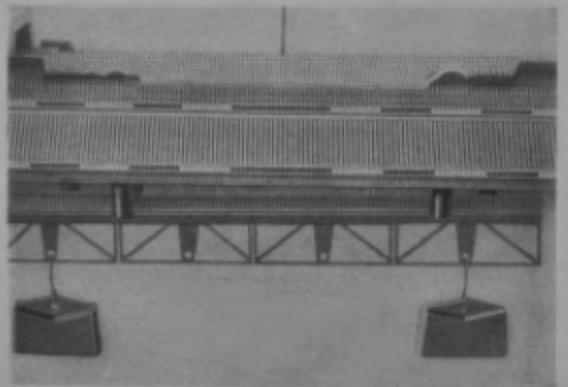

Рис. 34
На стороне каретки, рядом с вязанным полотном, выводят предусмотренное количество игл в заправочное положение. Рабочую нить кладут свободно через иглы. С изычковой иглой дежиера (33) захватывают краевую петлю и аналогично «набору петель для ровного вправо вязания» провязывают из расположенной на иглах петельный столбик, в который включаются иглы. Последнюю петлю нацепляют на последнюю иглу в заправочном положении. Затем к созданному столбику подвешивают краевые грузики либо крючковые грузики (Рис. 34).